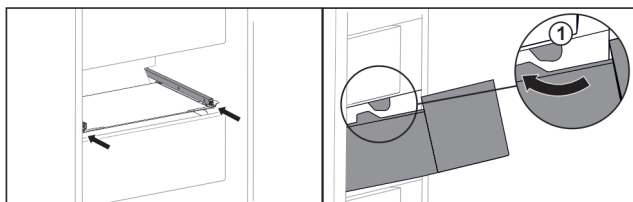

Fig. 115
- ▶ Обведите выдвижной ящик вокруг стопора Fig. 115 (1).